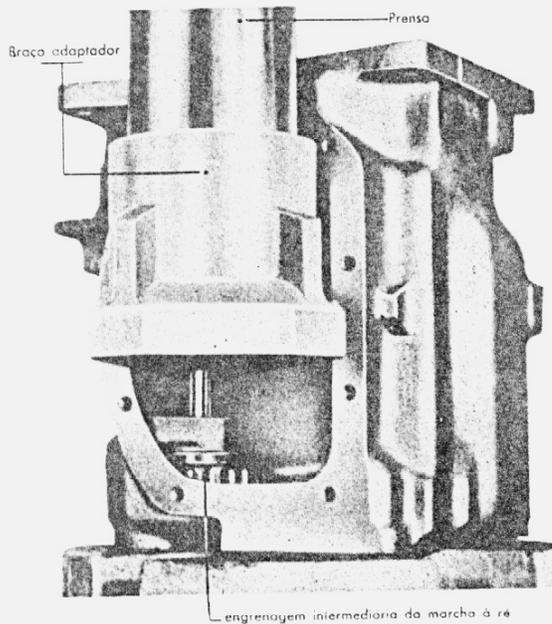

fig. 8 — remoção do eixo da engrenagem intermediária da ré
18. Prensar para fora da caixa o eixo da engrenagem intermediária da ré e remover a engrenagem (fig. 8).